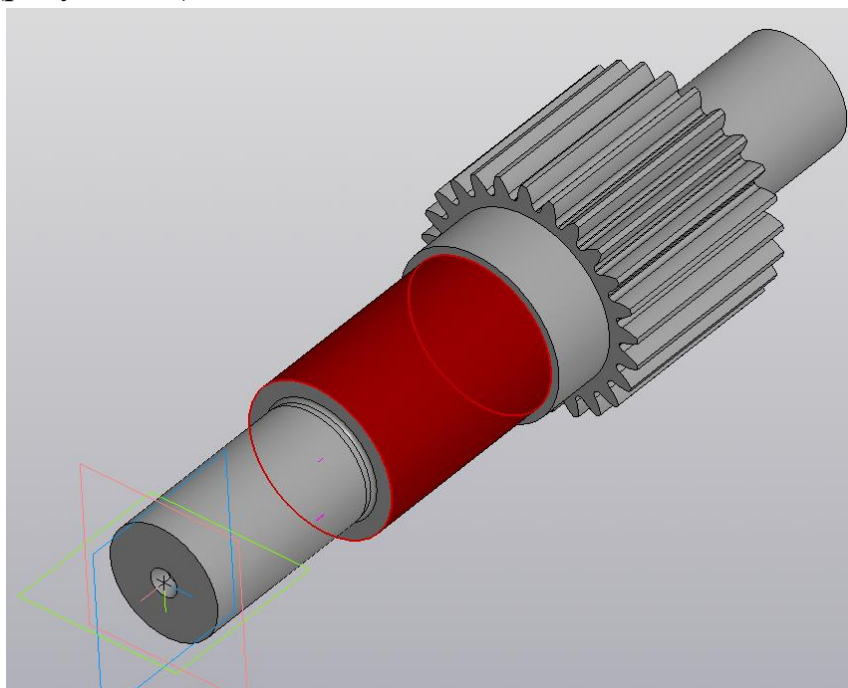

Рисунок 22 - Выбор цилиндрической грани для построения шпоночного паза
- Укажите цилиндрическую грань, на которой нужно построить шпоночный паз (рисунок 22).